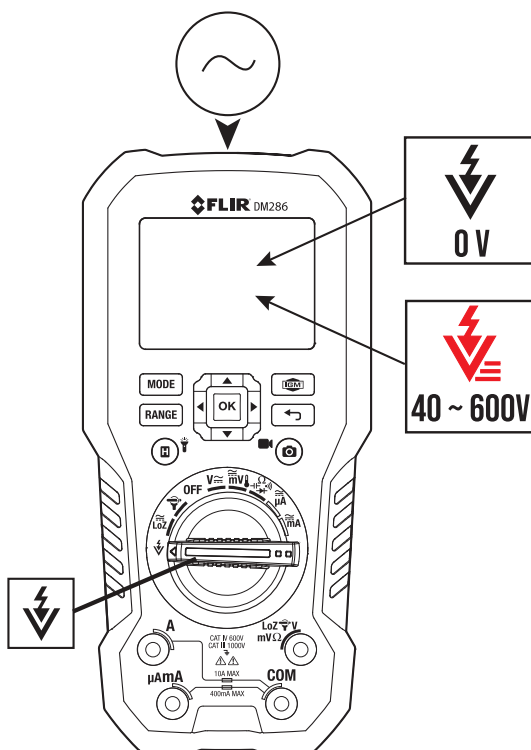

Fig. 9.4 Détecteur de tension sans contact
1. Réglez le commutateur de fonction sur NCV . Voir la **Fig. 9.4**.